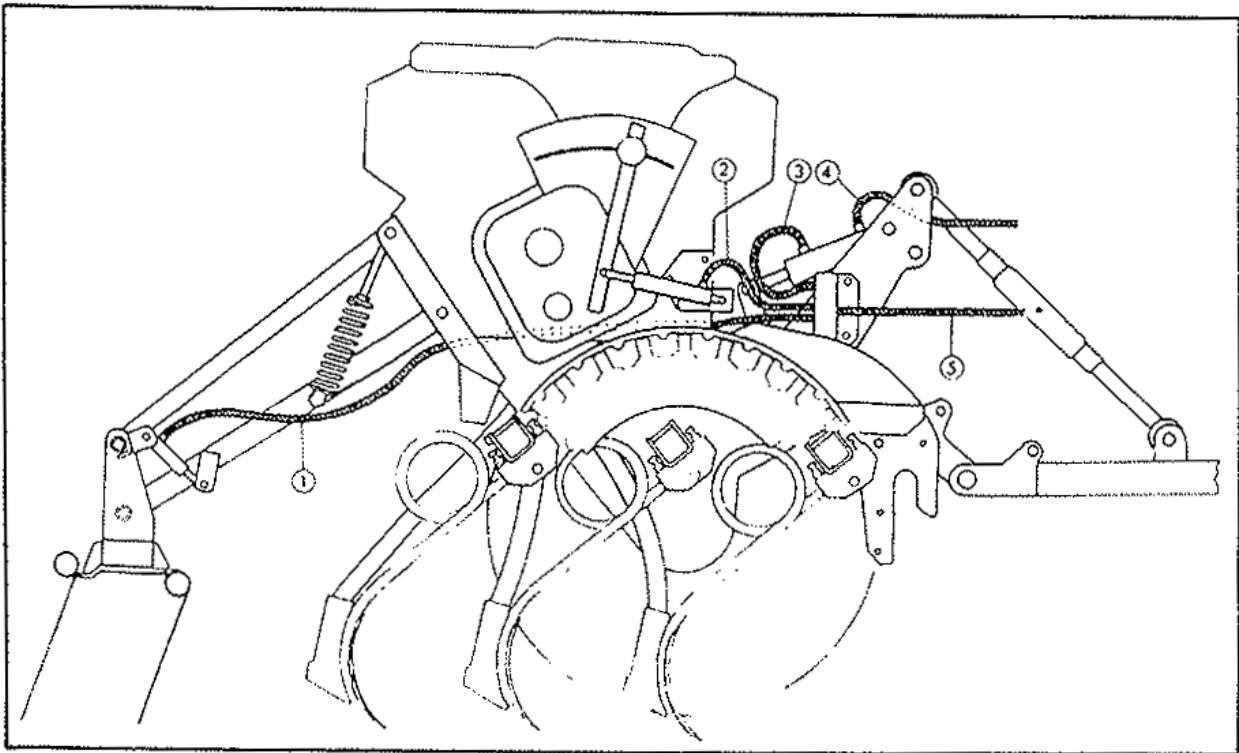

fig. 5
E. MONTAJE DE LA DISTRIBUCIÓN HIDRÁULICA (fig. 5)